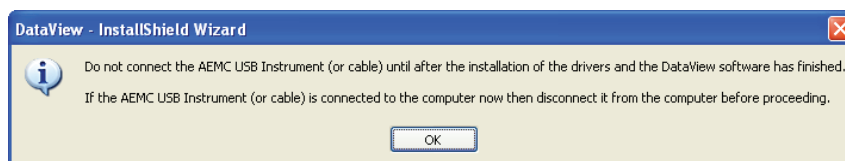

Figura 7-3
10. Se il dispositivo selezionato per l'installazione richiede l'utilizzo di un porta USB, una casella di avvertenza verrà visualizzata, simile a quella della Figura 7-3. Cliccare su **OK**.